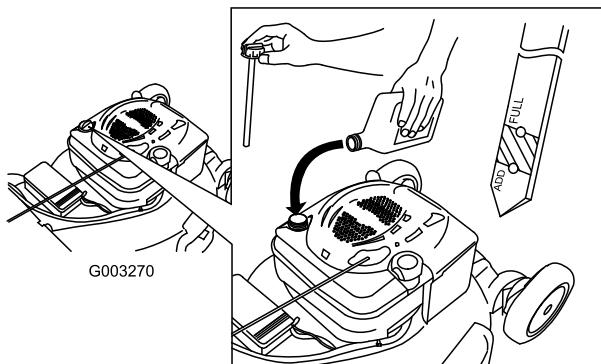

Figure 42
- Versez de l'huile **lentement** dans le goulot de remplissage pour faire monter le niveau de liquide jusqu'au repère du plein (Full) sur la jauge (Figure 42). **Ne remplissez pas excessivement.** (Remplissage max. : 0,59 l (20 onces), type : huile détergente SAE 30W de classe de service API SF, SG, SH, SJ, SL ou supérieure.